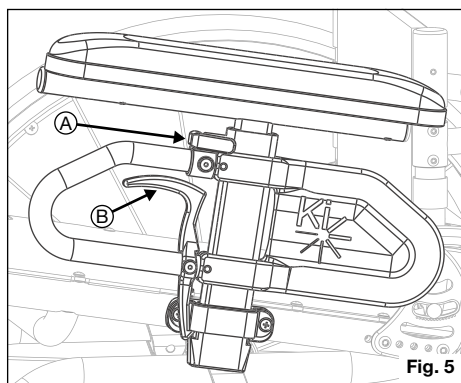

Fig. 5
palanca de bloqueo esté como se muestra (Fig. 5:B).
- a. Gire la palanca de liberación (Fig. 5:A).
- d. Empuje la almohadilla hasta que la parte superior del brazo quede bien sujeta en su lugar. Verifique que la palanca de bloqueo esté como se muestra (Fig. 5:A).
- a. Presione la palanca de liberación (Fig. 5:B) y extraiga el apoyabrazos.